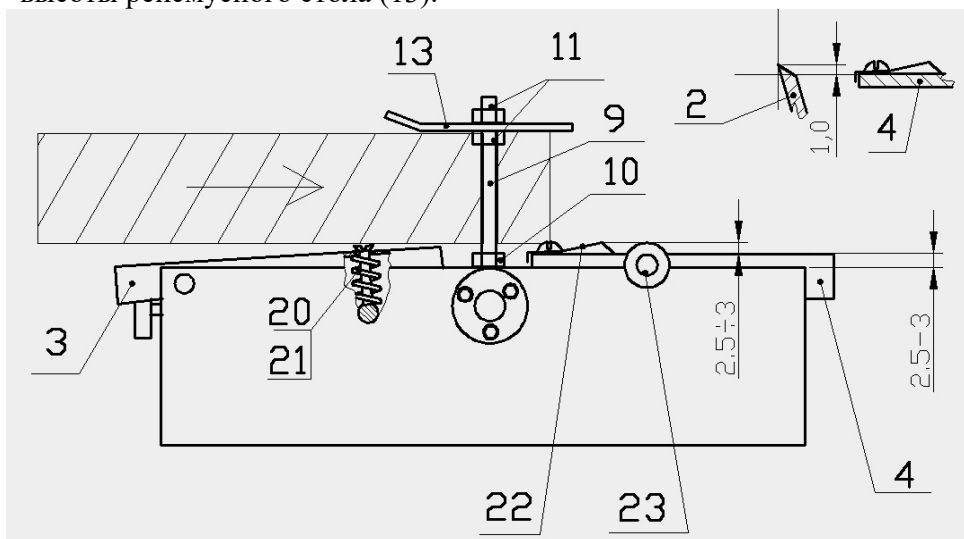

Рис. 3
- Ввернуть шпильки (9) в опоры вала, и не доводя до подшипников, законтрить их гайками (10), навернуть на шпильки гайки (11), одеть прижим (13), шайбы и пружины (12), зажать гайками (11). Отрегулировать прижим (13) на требуемую высоту (на 5-10 мм меньше толщины материала);
- Производить обработку, подавая материал вдоль направляющей линейки (17) «по волокну» материала, исключая подрыв материала;
При дальнейшем рейсмусовании – установить на место подающий вал или пружинную пластину и отрегулировать стол (4) по Рис.3.
- Установить на пильный стол (14) разделительный нож с защитным козырьком (15);
- Для модификации Р2 - снять подающий вал (23) с заднего стола (4) (если он установлен), для чего:
- разкрепить 4 болта крепления заднего стола к стенкам корпуса и снять стол (4);
- вынуть из стенок корпуса подающий вал (23) вместе с опорами;
- установить задний стол (4) на место параллельно стенкам корпуса в соответствии с размерами на Рис.3;
Операции, выполняемые на станке, показаны на Рис.3÷12. Стрелками указано направление движения режущего инструмента и подача. Оператор всегда должен находиться со стороны подачи материала слева или справа в стороне от режущего инструмента.
4.1. Рейсмусование. (Рис. 3). (для всех модификаций Р)
- Проверить выставление ножей (2) на высоту 1,0 мм выше передней кромки заднего стола (4) и проворачиваемость строгального вала;
В случае острой необходимости проведения обычного строгания на модификациях P и P2 необходимо (см. Рис.3):